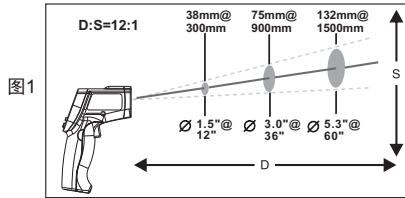

图1
1. 使用本机测量温度时,要注意考虑距离与测量区域大小之间的比率(简称物距比)。当本机与被测物体的距离增大时,测量区域也会相应增大。(本机物距比为12:1,见图1),***本机配有定位激光用于瞄准被测物体表面。